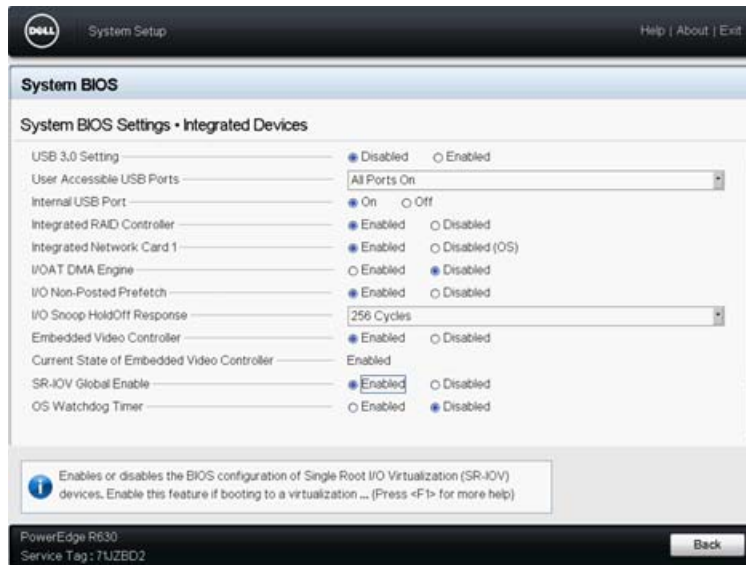

Figura 8-1. System Setup for SR-IOV: Integrated Devices (Configuración del sistema Dell para SR-IOV: Dispositivos integrados)
3. En la página Integrated Devices (Dispositivos integrados) (Figura 8-1):
3. En la página Integrated Devices (Dispositivos integrados) (véase la Figura 8-1 en la página 89):